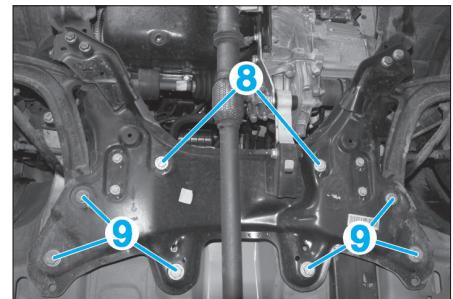

Fig. 19
- Déposer les vis de fixation (8) (Fig.19) du boîtier de direction.